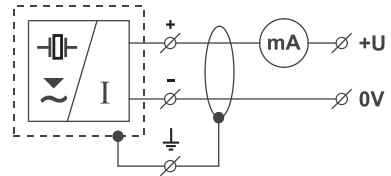

Abb. 16: Anschlussplan des Füllstandsmessers mit Stromausgang ULM-70_--_I
5. Das Kabel nach dem Schaltplan in Abb. 16 oder 18 an die Schraubklemmen anschließen. Die Klemmen und die Kabeltülle festziehen.